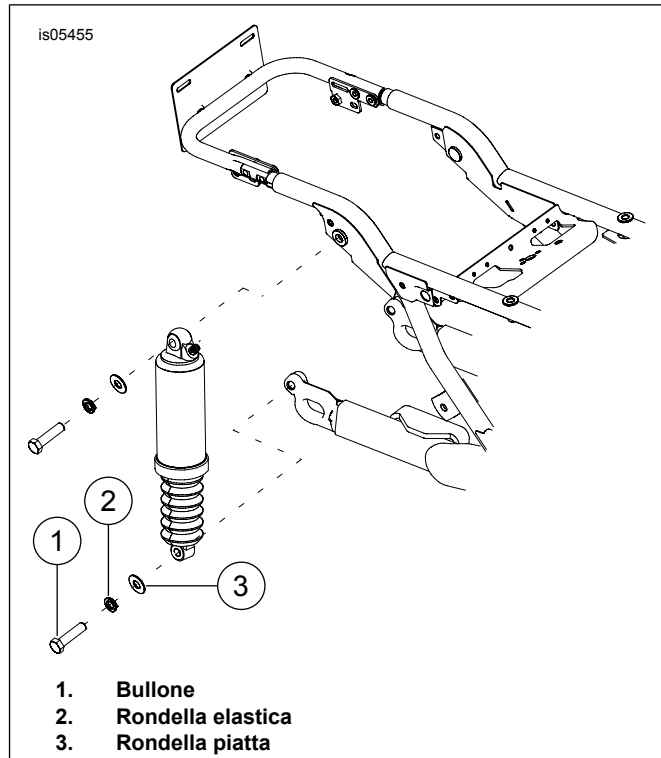

Figura 3. Rimozione dell'ammortizzatore posteriore
8. Vedere Figura 3. Rimuovere dagli ammortizzatori i bulloni di montaggio inferiori (1), le rondelle elastiche (2) e le rondelle piatte (3).